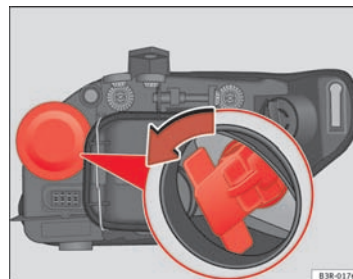

Fig. 221 Ampoule du clignotant
- Retirez le support d'ampoules en le saisissant par la base et en tournant dans le sens des aiguilles d'une montre ⇒ fig. 221.